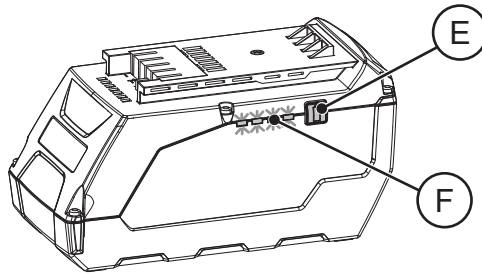

FIG. 17
De accu is voorzien van een display met statusleds (F); druk op de knop (E) om het display te activeren (FIG. 17).